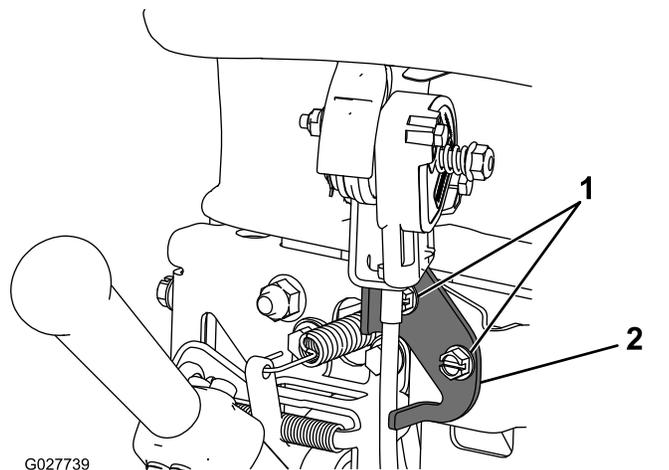

図 26
2. スロットルコントロールを固定している2つの固定具をゆるめる 図 26。